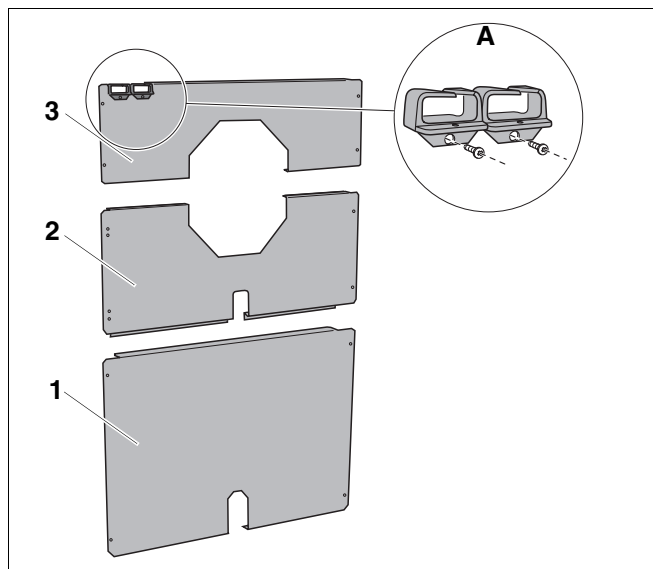

Рис. 35 Задняя стенка из 3-х элементов
- нижний элемент задней стенки (рис. 35, **поз. 1**)
- средний элемент (рис. 35, **поз. 2**)
- верхний элемент (рис. 35, **поз. 3**)
- 2 кабельных ввода (рис. 35, **вид А**)
- Установить кабельные вводы (рис. 35, **вид А**), закрепив винтами к верхней задней стенке (рис. 35, **поз. 3**).